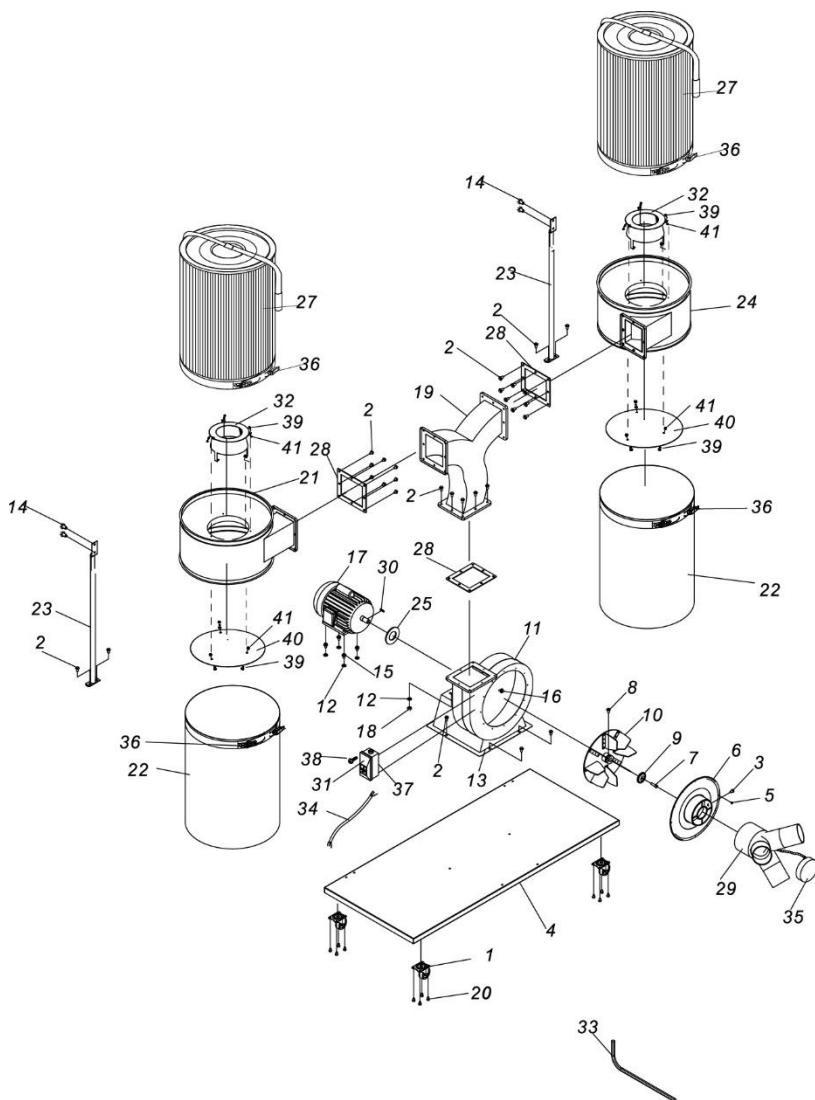

Рисунок 11.
- 8) Присоедините адаптер к выпускному отверстию корпуса установки. Закройте неиспользуемое отверстие адаптера крышкой (рис. 11).